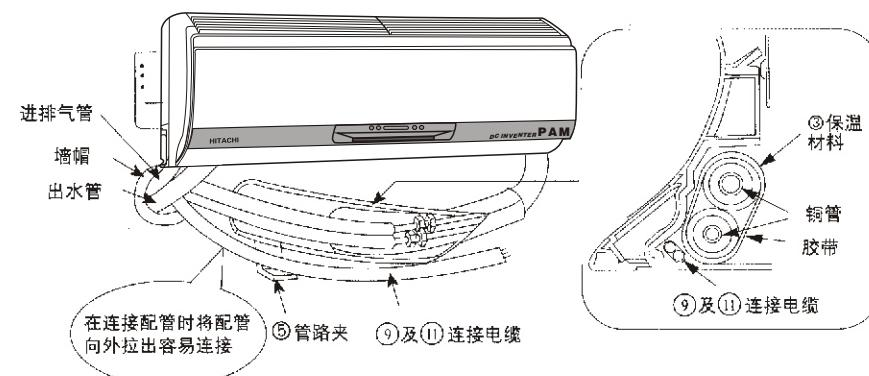

图 12
(8) 连接室内外连接线。
- (9) 修整室内外连接电缆与铜管以便将它们塞进机组后面, 并用附件⑤管路卡卡紧固定。
- (10) 拆除填夹物, 将室内机下部嵌入安装板的固定卡口。
- (11) 室内外连接管与室内外连接线及进排气管的排列安装按图 12 所示。